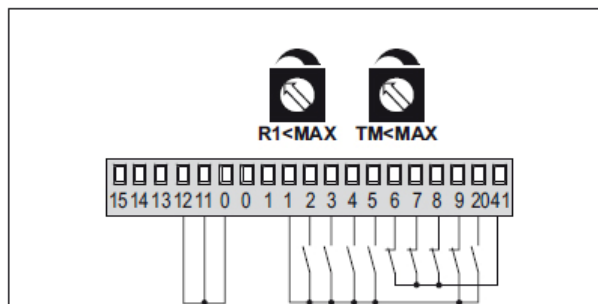

Fig. 5.1
- (Fig. 5.1) Az ajtószárnyak nekimennek a mechanikai végállásoknak, és van akadályérzékelés.